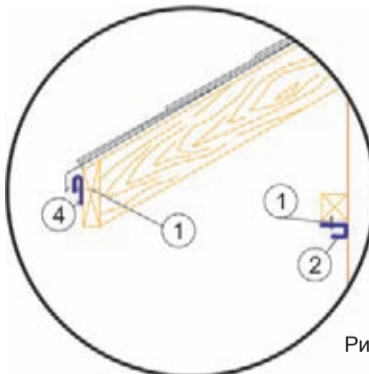

Рис. 8
На лобовой доске закрепите финишные планки (4) с помощью саморезов (1) (рис. 8). Закрепите G-планки (2) на направляющих брусках с помощью саморезов (1) (рис. 8).